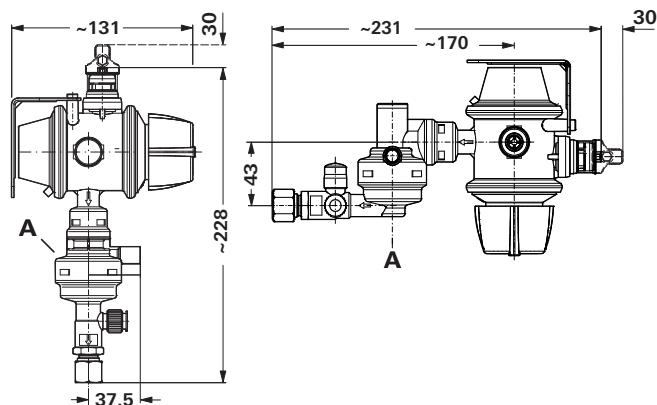

Figure 3 Dimensions en mm. Représentation pas à l'échelle.
- Selon sa version, la DuoControl CS doit être montée verticalement contre une paroi robuste ou horizontalement au plafond du compartiment à bouteilles de gaz. L'**élément de déclenchement** (figure 3 – A) doit toujours se trouver en **position verticale**.